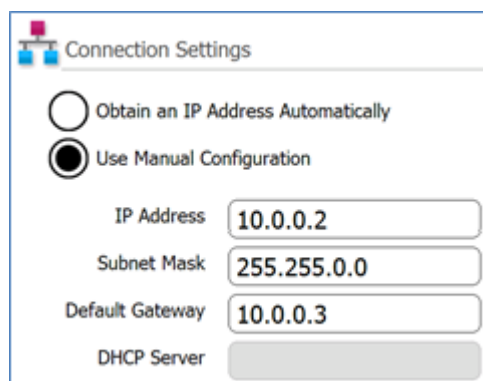

图 12 连接设置
- d 在“IP Address（IP 地址）”、“Subnet Mask（子网掩码）”和“Default Gateway（默认网关）”字段中，输入图 12中所示的值。按 **OK（确定）**。